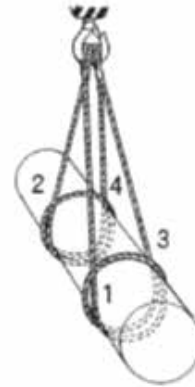

Fig. 5-17 La dirección longitudinal es perpendicular a la dirección del gancho (1-2-3-4 o 2-1-4-3 desde el extremo del gancho)
- Coloque los cables metálicos de la eslinga al gancho uno por uno en orden, al comenzar desde la parte posterior del gancho, de modo que las argollas de los cables metálicos de la eslinga no se superpongan entre sí en el gancho, y de modo que los cables metálicos no se crucen entre sí debajo del gancho. Cuando el ángulo de la eslinga es grande, es más probable que el último cable metálico de la eslinga que está unido al gancho se separe, o si los cables metálicos de la eslinga para una carga como la que se muestra en Fig. 5-14 están unidos en el orden de 2-1-4-3, los cables metálicos de la eslinga se cruzan entre sí debajo del gancho. En casos como estos, oriente la carga de modo que la dirección longitudinal sea perpendicular a la dirección del gancho, como se muestra en Fig. 5-15 y Fig. 5-17, y coloque los ganchos en un orden que haga que el último cable metálico unido al gancho sea menos probable que se desprenda, y que evite que los cables metálicos de la eslinga se crucen entre sí.